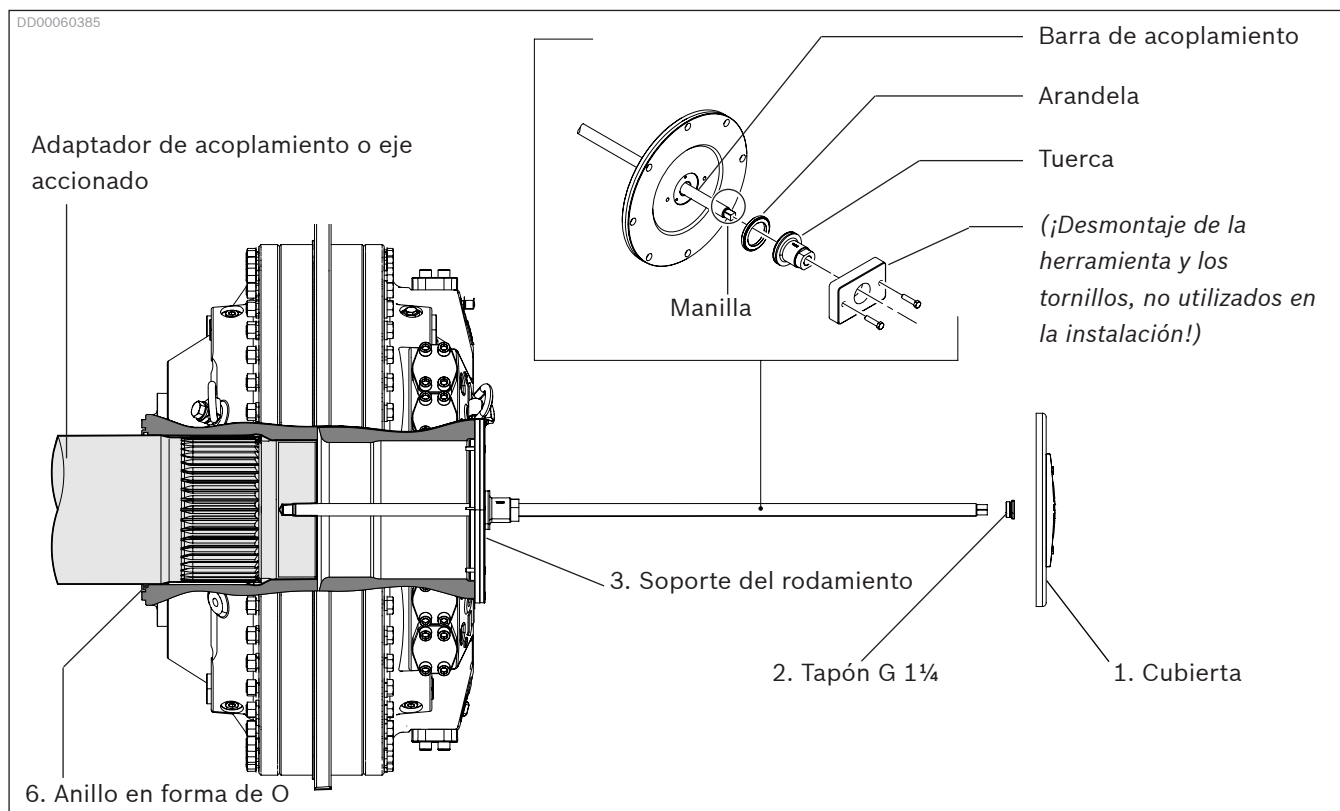
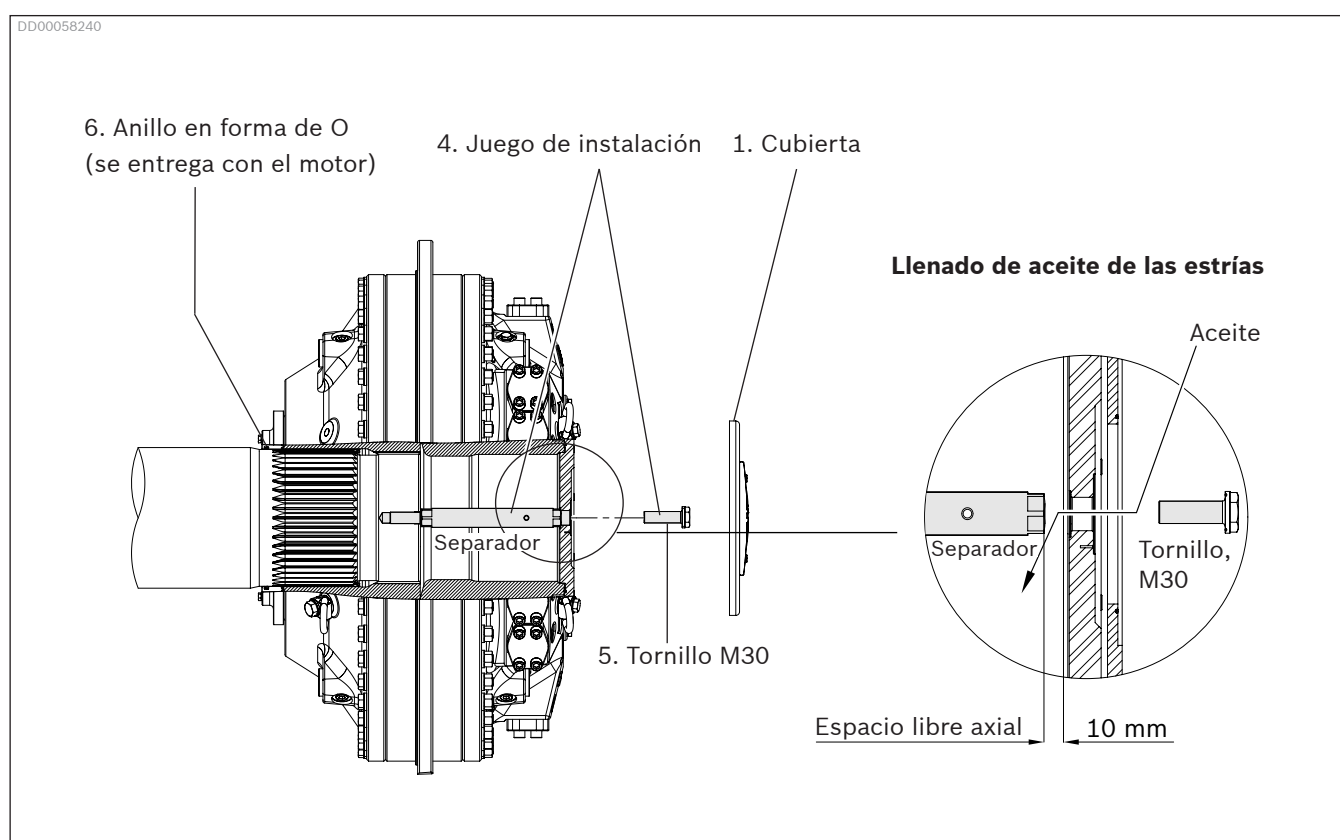

Fig. 46: Instalación del motor de estrías con herramienta de instalación
Fig. 47: Asegure el motor de estrías con el juego de instalación, instalación horizontal
Estas instrucciones están relacionadas con las ilustraciones *Fig. 46, Fig. 47 y Fig. 49*.
4. Retire la cubierta (1) junto con los tornillos y las arandelas.
7. Instale la herramienta de instalación pasando la barra de acoplamiento por el centro del motor, y atorníllela al eje accionado utilizando la manilla de la llave que hay en el extremo de la herramienta. Coloque la arandela y después la tuerca bien apretadas en el soporte del rodamiento (3).
11. Asegure el motor al eje accionado utilizando el juego de instalación (4): Instale de nuevo la herramienta de alineación de estrías. Apriete el par de separador hasta 1840 Nm (1357 lbf·ft).
12. Vuelva a instalar el soporte del rodamiento (3). Par 80 Nm (59 lbf·ft).
13. Rellénelo de aceite hidráulico hasta la rosca G 1 ¼. Espacio libre axial 10 mm [0,4 in] durante el llenado, ver *Fig. 47*. Volumen de aceite, ver *Tabla 16*. Coloque el tornillo M30 (5). Par 1840 Nm (1357 lbf·ft).